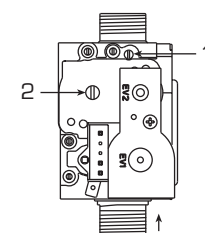

Рис. 6
- 2) Полностью откройте газовый клапан (1- Рис. 6): надрез в горизонтальном положении.
- 3) Регулируйте с помощью винта OFF-SET газового клапана (2 - Рис. 6) и сравните с данными “Δр воздух-газ”, указанными в таблице:
- 4) Установите прерыватель (1- Рис. 6) на отметку “Δр воздух-газ”, указанную на таблице:
- Для установки CO₂ на мощность “MIN” поворачивайте винт OFF-SET (2 - Рис. 6).
- Для установки CO₂ на мощность “MAX” откройте прерыватель (1 - Рис. 6).